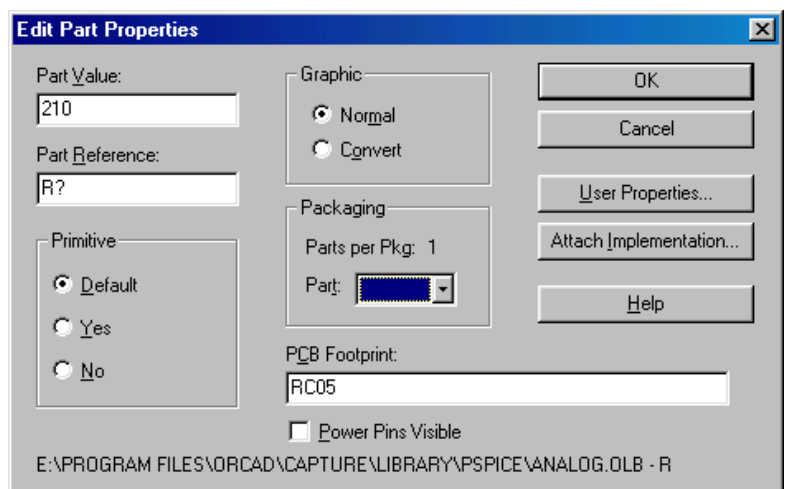

Рис.1.20. Діалогове вікно **Edit Part Properties**
**Edit Properties** – визначення властивостей компонента при його вставці. Скористаємося цією можливістю при вставці резисторів і конденсаторів (рис.1.20).
У цьому вікні (рис.1.20) виводиться інформація про властивості бібліотечного компонента. Деякі властивості недоступні для редагування. Розглянемо деякі з них. У полі **Part Value** задається номінал елемента. У полі **Part Reference** вказується позначення (номер) компонента в схемі; це поле краще не модифікувати – **OrCAD** робить нумерацію елементів автоматично.